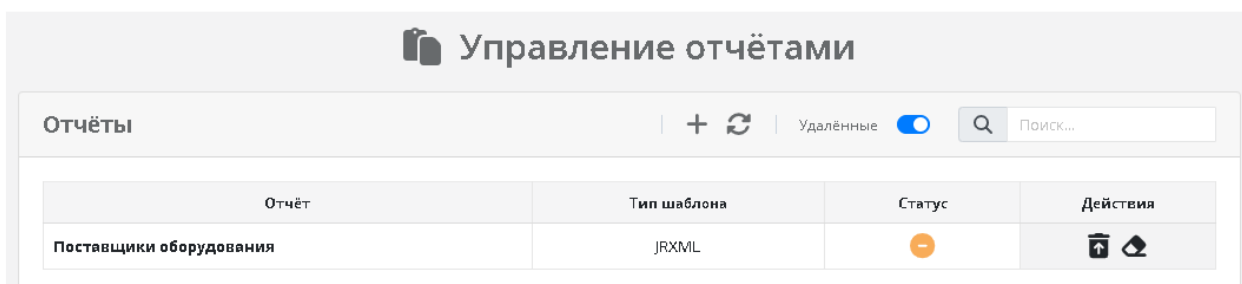

Рисунок 22. Просмотр записей, помеченных как удаленные
- переключатель «Удаленные» - для отображения записей, помеченных как удаленные (Рисунок 22)